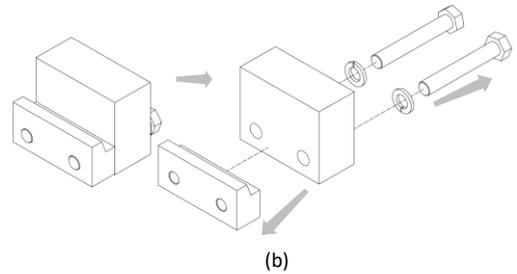

Figure 14
5. Retirer les crochets inférieurs de l'équipement et graisser les lardons (voir Figure 14).